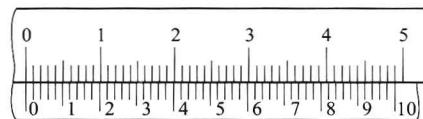

图 1-4 精度为 0.02mm 的游标卡尺读数原理
(3) 精度为 0.02mm 的游标卡尺（图 1-4），尺身每小格 1mm，当两测量爪合并时，尺身上 49mm 刚好等于游标上 50 格，则游标每格刻线宽度为 0.98mm ( $49\text{mm} \div 50$ )，尺身与游标每格相差 0.02mm ( $1\text{mm} - 0.98\text{mm}$ )，所以此种游标卡尺的读数精度为 0.02mm。